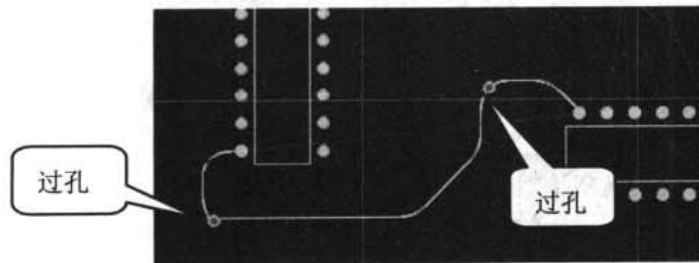

图 14-12 布线时改变层布线示意图
- (1) 运行 Protel 99 SE, 将文件调整到 PCB 布线状态。
- (2) 执行菜单命令 Place | Line, 放置线段。
- (3) 在需要改变层时, 按下小键盘上的 “\*” 键, 系统自动将布线的位置切换到另外的层, 同时自动在切换位置生成一个过孔, 所布线的层也发生相应的改变。
- (4) 在需要转换到原来的布线层时, 再按下小键盘上的 “\*” 键, 系统将自动进行布线层的切换, 同时自动在切换位置生成一个过孔, 如图 14-12 所示。